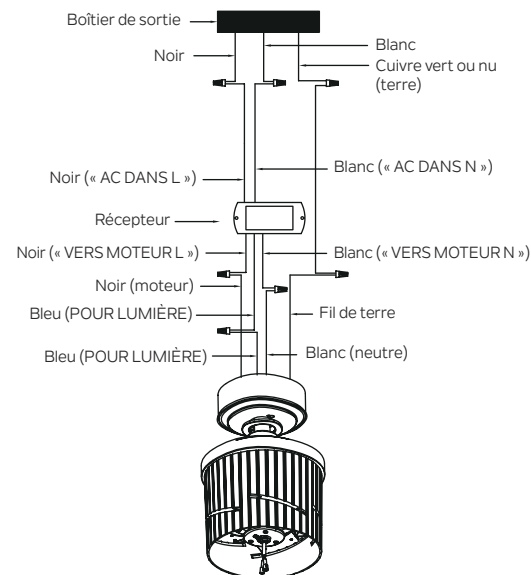

Fig. 14
**Étape 2.** Raccordements électriques du moteur au récepteur : Raccordez le fil NOIR du ventilateur au fil NOIR marqué « VERS MOTEUR L » du récepteur. Raccordez le fil BLANC du ventilateur au fil BLANC marqué « VERS MOTEUR N » du récepteur. Raccordez le fil BLEU du ventilateur au fil BLEU marqué « POUR LA LUMIÈRE » du récepteur. Fixez tous les raccords de fils avec les connecteurs de fils en plastique fournis. (Fig. 14)
**Étape 3.** Raccordements électriques du récepteur à distance au boîtier de sortie : Raccordez le fil NOIR (chaud) du plafond au fil NOIR marqué « AC DANS L » depuis le récepteur. Raccordez le fil BLANC (Neutre) du plafond au fil BLANC marqué « AC DANS N » depuis le récepteur. Fixez tous les raccords de fils avec les connecteurs de fils en plastique fournis. (Fig. 14)
**Étape 4.** Si votre boîtier de sortie a un fil de terre (cuivre vert ou nu), raccordez-le aux fils de terre du ventilateur : sinon raccordez le fil de terre du ventilateur au support de montage. Fixez le raccord du fil avec un écrou en plastique fourni. Après avoir raccordé les fils, écartez-les de manière à ce que les fils vert et blanc soient d'un côté du boîtier de sortie et que les fils noirs et bleus soient de l'autre côté. (Fig. 14)